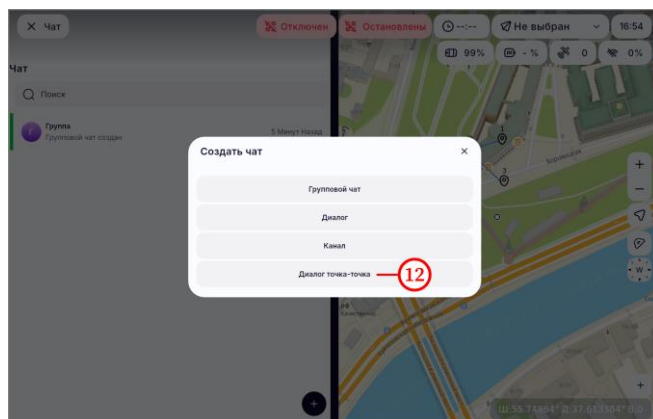

Рисунок 96
- на открывшейся форме выбрать пункт «Диалог точка-точка» (рисунок 96, шаг 12);